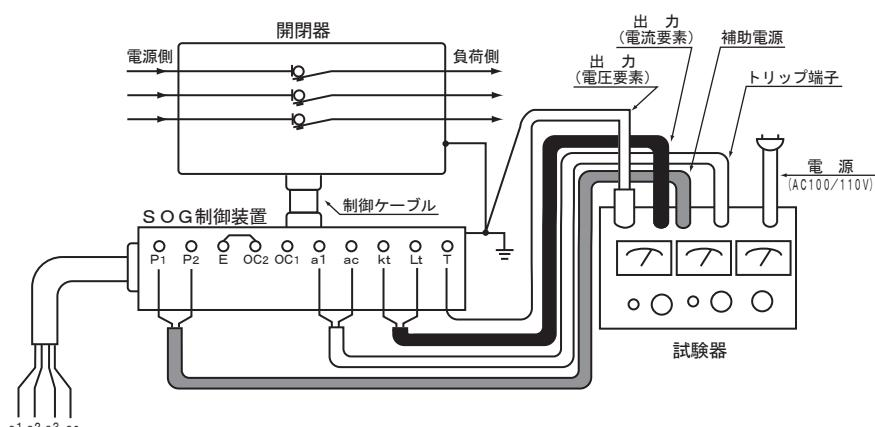

図3 地絡特性チェック回路
- ①図3の試験回路は制御装置のみの地絡動作時間特性試験回路です。
- ②図3は制御電源と警報接点（P 1・P 2・a 1・a c）を制御装置パネルの試験端子に接続する方法です。
なお、図3の回路で試験する場合は、制御装置パネルの制御電源切替スイッチを「試験」側にしてください。